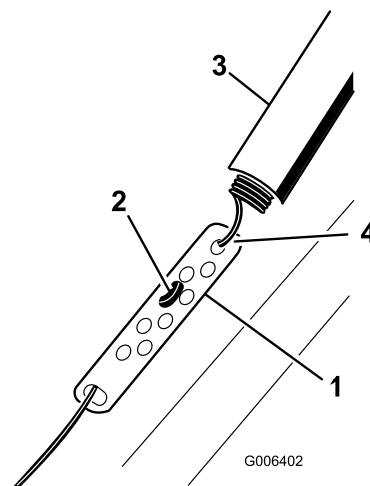

Figure 23
1. Remontez la protection du ressort et décrochez le ressort de la biellette de réglage (Figure 23).
2. Accrochez le raccord en Z à un trou plus haut ou plus bas sur la biellette de réglage de manière à obtenir un espace de 2 à 3 mm (1/16 à 1/8 po) entre la barre de commande et le guidon (Figure 23).